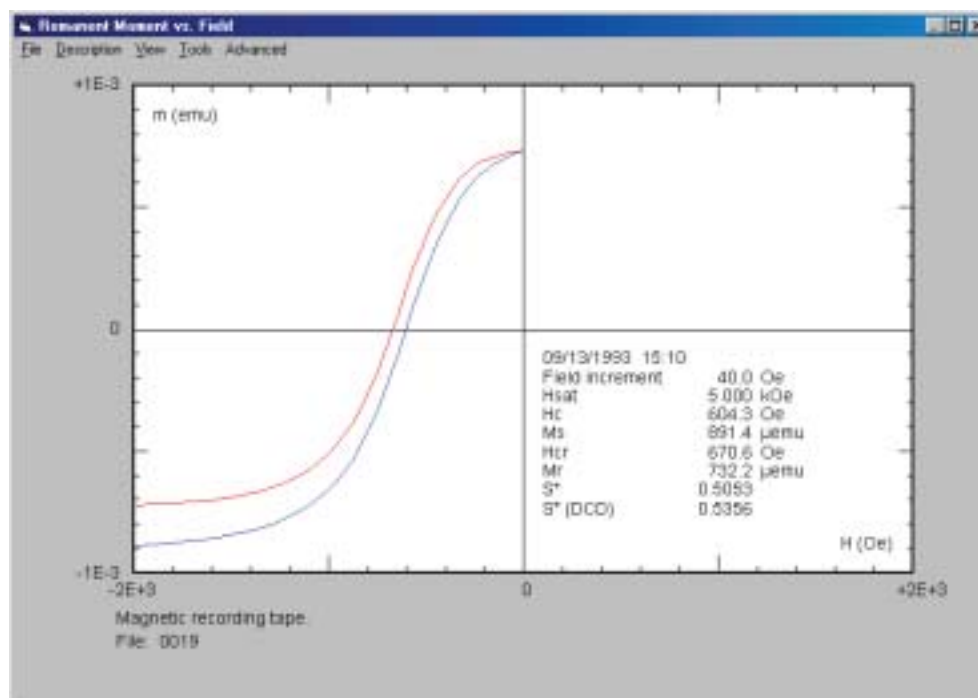

図 53 DCD Remanence カーブ
**DC demagnetization remanence(DCD):** データ測定開始前に applied field maximum で設定した磁場を印可します。その為試料の消磁は必要ありません。マイナスの最大磁場までステップを踏みながら remanenceデータを取っていきます。もし direct magnetizationデータを取るよう指定してあれば、direct magnetization データも取りこみます。データ測定との進行と共に画面に表示されます。測定終了後データは以前に説明したパラメータを計算し表示します。図53 に、典型的な DCD測定を示します。direct magnetization と remanence 測定結果両方表示しています。